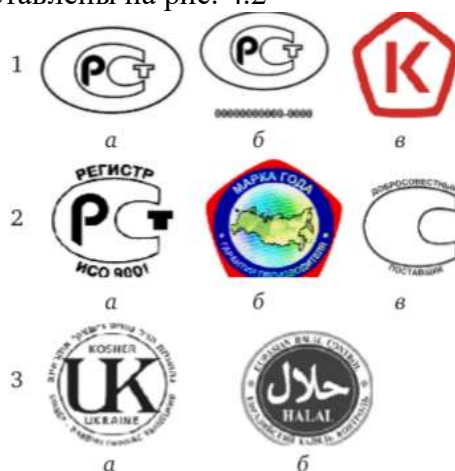

Рис. 4.2. Знаки соответствия:
- Знаки соответствия представлены на рис. 4.2